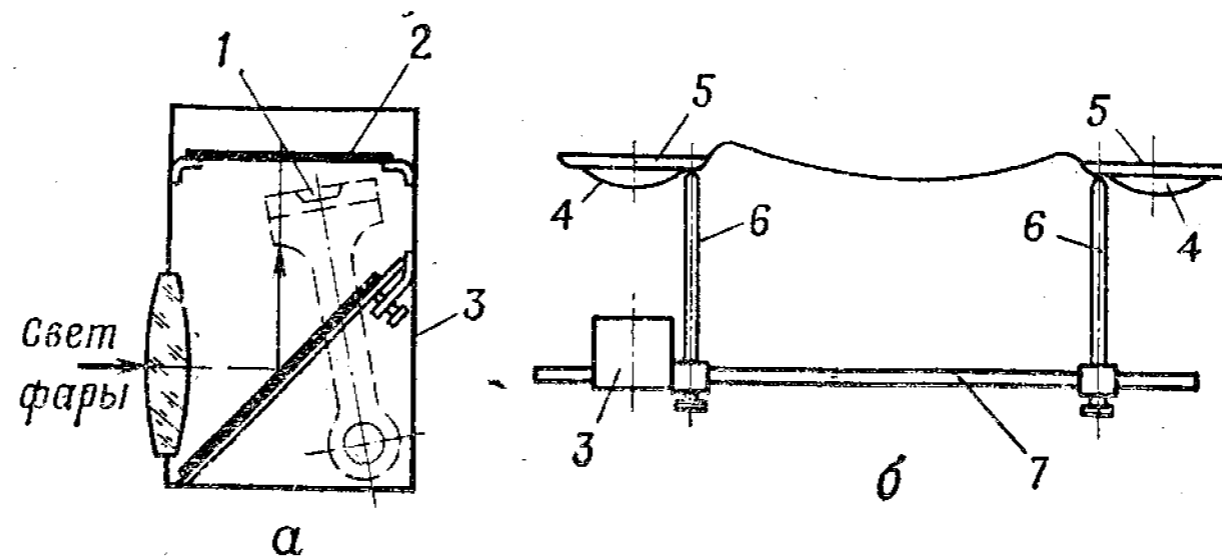

Рис. 60. Прибор для проверки установки автомобильных фар НИИАТ Э-6:
10. Собрать базирующую штангу 7 (рис. 60) прибора НИИАТ Э-6 со штырями 6 так, чтобы концы штырей упирались в места стыков рассеивателя 4 с ободком 5 на уровне центра фар	Прибор НИИАТ Э-6
<p>Поворачивая уровень 1 относительно оси крепления, установить его горизонтально и закрепить</p> <p>12. Установить прибор НИИАТ Э-6, как показано на рис. 60.</p>	<p>Прибор НИИАТ Э-6</p>